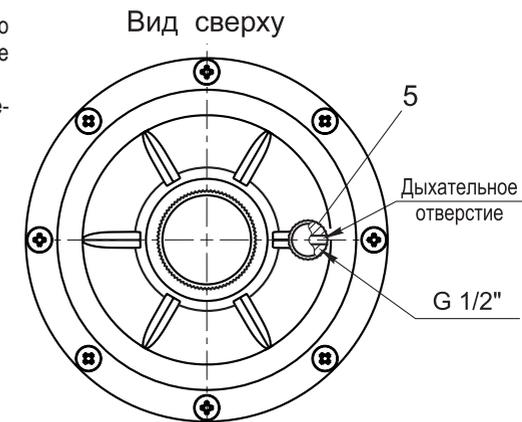

Рис. 6
4.2.12 В заглушке дыхательного отверстия 5 (см. рис. 6) выполнено отверстие малого диаметра. Для нормальной работы регулятора необходимо следить, чтобы отверстие оставалось открытым. Запрещается закрывать дыхательное отверстие. При необходимости возможно присоединение выводящего трубопровода к резьбовому отверстию, закрытому заглушкой дыхательного отверстия (резьба G1/2").